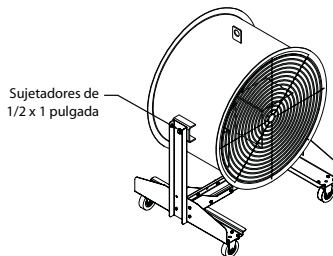

Figura 7 — Se Muestra el Soporte con Ruedas con el Cañón de Aire Industrial
7. Alinee la carcasa del ventilador en la posición que desee para el flujo de aire y fíjela al soporte de piso ensamblado usando (2) sujetadores de 1/2 x 1 pulgada. Consulte la Figura 7. Apriete los sujetadores a 81,3 Nm (60 lb-pie).